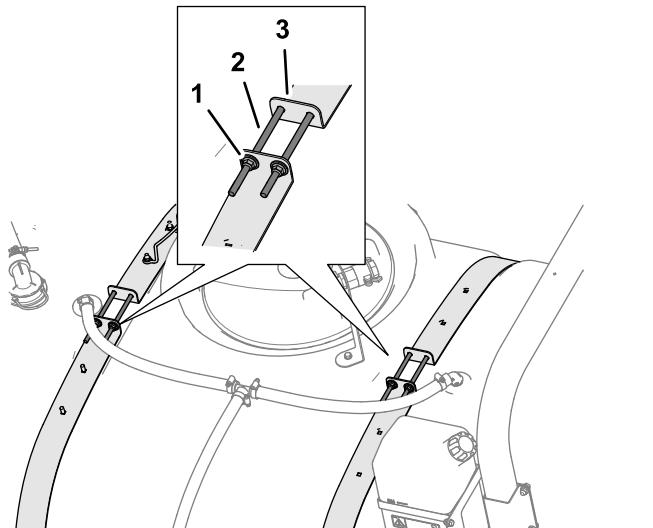

图 7
1. 松开固定两半冲洗水箱箍带的 4 个凸缘锁紧螺母和 4 个螺栓 图 7。
3. 拧紧箍带顶部的 4 个凸缘锁紧螺母和 4 个螺栓直到箍带与药缸表面齐平 图 7。